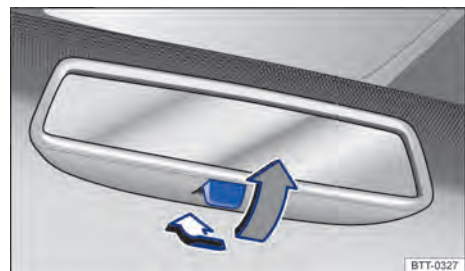

Fig. 118 No para-brisa: espelho retrovisor interno com antiofuscante manual.
- Para evitar o ofuscamento, puxar a alavanca para trás → Fig. 118.